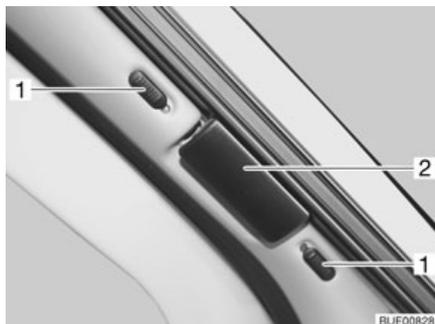
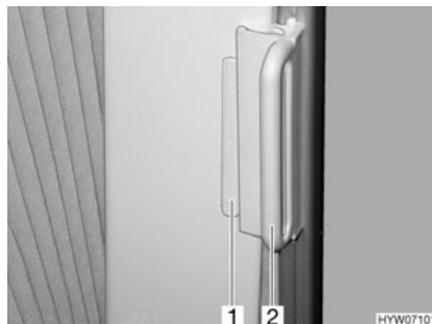

Fig. 59 Estor plegable para la luna delantera
Fig. 60 Estores plegables para la ventana del conductor y del acompañante
- En el estor plegable para la luna delantera, empujar los botones de bloqueo (Fig. 59,1) hacia arriba o hacia abajo. Cuando se vea el punto rojo, estará abierto el bloqueo.
- Coger los estores plegables por el tirador (Fig. 59,2 y Fig. 60,2) y cerrarlos cuidadosamente hasta que el cierre magnético lo mantenga en esta posición.
- En los estores plegables para la ventana del conductor y la ventana del acompañante, empujar el tirador (Fig. 60,2) sobre la pieza sobrepuesta (Fig. 60,1). El estor plegable queda asegurado.